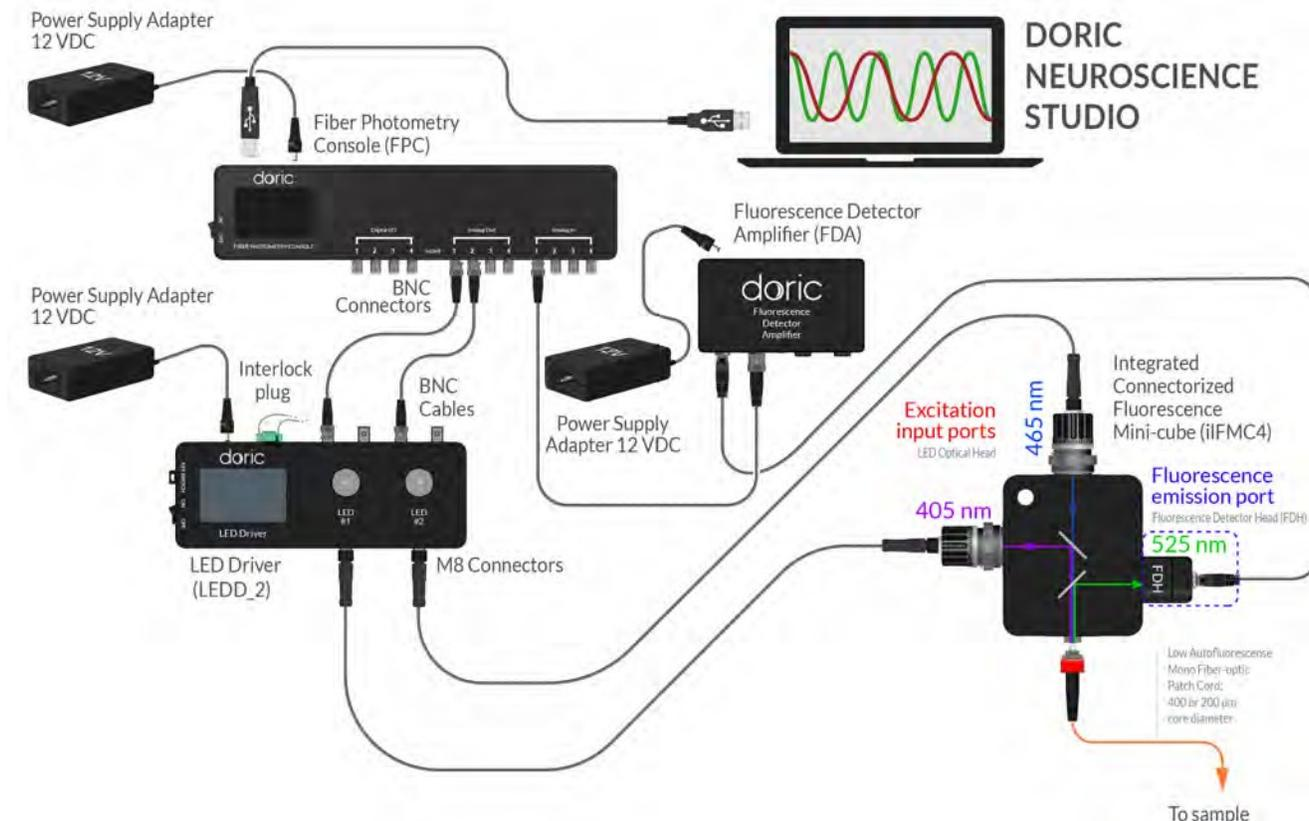

Figure 2.5 : Configuration de la démodulation à deux signaux
8. Le port **échantillon (S)** du *mini-cube de fluorescence à 4 canaux* se connecte au sujet à l'aide d'une fibre optique.
9. Connectez la *tête de détection de fluorescence intégrée* du port de **fluorescence (F)** à l'*amplificateur de détection de fluorescence*.
10. Connecter le port BNC de l'*amplificateur du détecteur de fluorescence* à l'entrée correspondante de la *console de photométrie* à l'aide d'un câble BNC (Fig. 2.5).